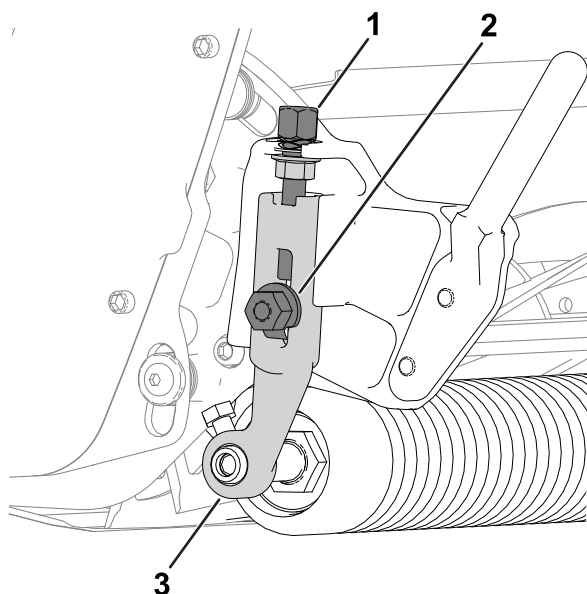

图 12
1. 松开将剪草高度臂固定到滚刀组侧板上的锁紧螺母 图 12。